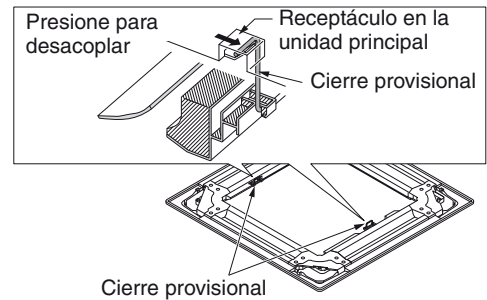

Fig. 7-4
- 1) Suspenda los cierres temporales en el interior del panel del techo en el receptáculo de la unidad para fijar temporalmente el panel del techo en su lugar. (Fig. 7-4)
- Al retirar el panel del techo, presiones los pestillos temporales hacia fuera mientras sostiene el panel del techo. (Fig. 7-4)